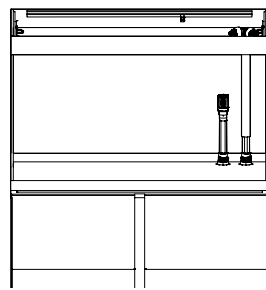

Fig. 6
- Inserire la griglia di aspirazione (S) sullo stelo connettore (A) (Fig. 5). Il risultato finale è mostrato nelle Fig. 6 e 7.
- ⚠ **ATTENZIONE!** Non forzare mai lateralmente lo stelo connettore (A) in quanto potrebbe danneggiare i sistemi di mandata e aspirazione e la vasca in vetro. Nel caso in cui si utilizzi un sistema di filtrazione diverso, che non necessita dei sistemi di mandata e aspirazione forniti con questa unità (per es. un filtro interno), ripristinare le condizioni iniziali rimuovendo i 2 steli connettori (A) e chiudendo le aperture (O) e (I) con i tappi (P) e (Q). Il tappo (Q) assicura la tenuta stagna e deve essere posizionato nella sua sede premendolo. Il tappo (P) è progettato per proteggere il tappo (Q) e per assicurare che rimanga correttamente nella sua sede. Avvitare manualmente il tappo (P) solo sino al punto massimo raggiungibile senza forzarlo. **NON UTILIZZARE ATTREZZI DI ALCUN TIPO PER EVITARE DI DANNEGGIARE L'UNITÀ.**